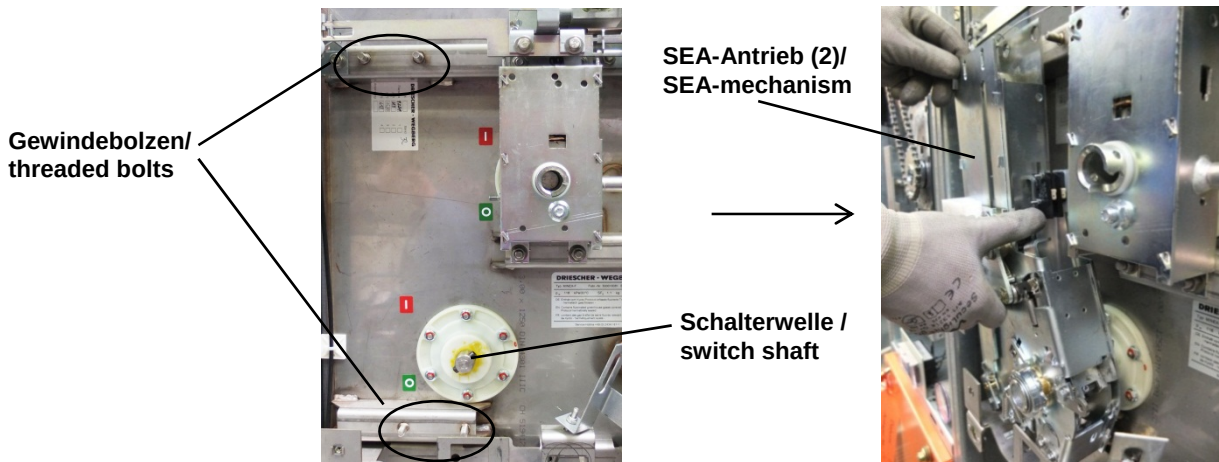

Abb. 7: Montage des SEA-Antriebes (2) / pict. 7: assembly of SEA-mechanism (2)
- Den mitgelieferten SEA-Antrieb (2) auf die Schalterwelle und die Gewindebolzen setzen und mit den zuvor gelösten Befestigungsmuttern montieren (s. Abb. 7).
- Put the delivered SEA-mechanism (2) onto the switch shaft and the threaded bolts and install it with the prior to this loosened fixing screws (see pict.7).